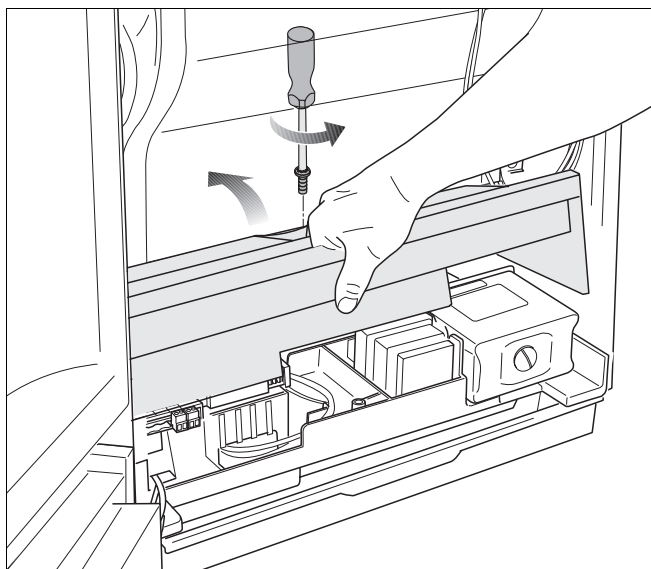

fig. 13 Afdekkap kantelen
- Demonteer de schroef en kantel de afdekkap naar boven (fig. 13).